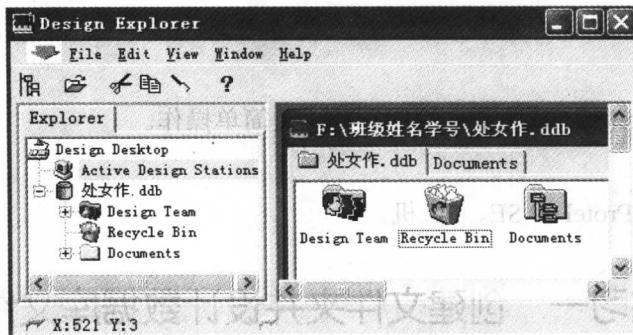

图 1-2 设计数据库
- (3) 在对话框中选择 MS Access Database 保存类型。
(4) 在 Database File Name 文本框中将“*MyDesign*”(在未输入名称前, 系统给出的默认名为 *MyDesign.ddb*)改为“处女作”。
(5) 在 Database Location (保存数据库文件的路径)栏的左下方, 显示的是保存该设计数据库的默认路径。单击 Browse 按钮, 在弹出的文件保存对话框中, 单击“保存在”下拉列表框的按钮来选择保存路径为“本地磁盘 F”, 并在 F 盘下建立一个名为“班级姓名学号”的新文件夹, 打开新建的文件夹, 单击保存按钮, 一个设计数据库的建立就完成了, 如图 1-2 所示。